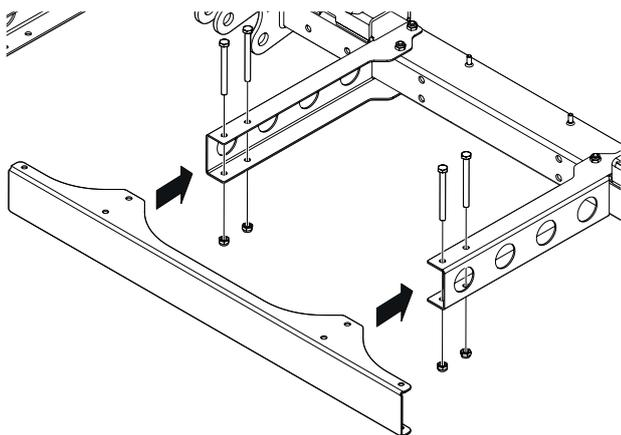

Abbildung 37. Montage des inneren Blechprofils
2. Das mittlere Blechprofil mit 4 M10x110-Schrauben an den Halterungen montieren. Siehe Abbildung 37.